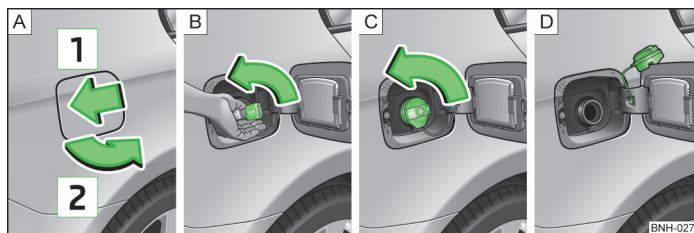

Abb. 130 Kraftstoffeinfüllstutzen
Auf der Innenseite der Tankklappe sind die für Ihr Fahrzeug vorgeschriebenen Kraftstoffsorten angegeben » Abb. 130 auf Seite 156 - B.
- Auf die Tankklappe in Pfeilrichtung 1 drücken » Abb. 130.
- Den Tankverschluss mit der Hand festhalten und mit dem Schlüssel in Pfeilrichtung entriegeln » Abb. 130 - B.
- Den Tankverschluss in Pfeilrichtung herausdrehen » Abb. 130 - C.
- Den Tankverschluss von oben auf die Tankklappe stecken » Abb. 130 - D.
- Den Tankverschluss entgegen der Pfeilrichtung einschrauben » Abb. 130 - B, bis dieser hörbar einrastet.
- Den Tankverschluss mit einer Hand festhalten, durch Drehen entgegen der Pfeilrichtung verriegeln » Abb. 130 - D und den Schlüssel abziehen.
- Den Tankverschluss abnehmen und in die Bohrung an der Tankklappe stecken » Abb. 130 - [D].
- Den Tankverschluss auf den Kraftstoffeinfüllstutzen stecken und entgegen der Pfeilrichtung bis zum sicheren Einrasten drehen » Abb. 130 - [C].